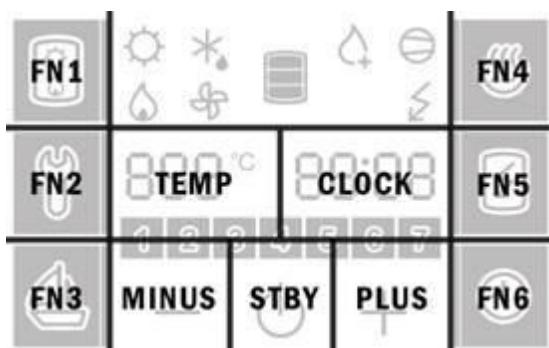

Bild 12: Anzeige der Felder am Bildschirm
- Durch Andrücken der rechten Zahl (Feld CLOCK am Bild 12) stellt sich auf nächsten Parameter ein.